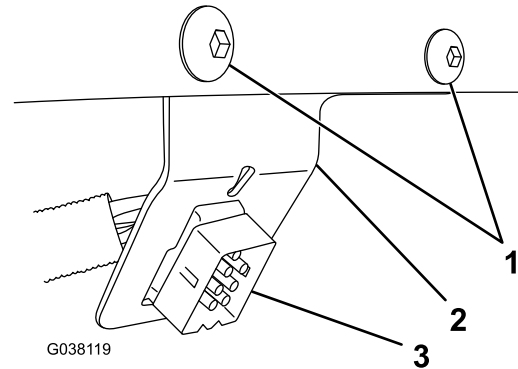

Bild 10
2. Ziehen Sie den Anschluss des Schneeschild-Steuergeräts und das schwarz/rote Kabel unter der Motorhaube in die Fahrzeugkabine (Bild 10).
3. Befestigen Sie den Anschluss des Schneeschild-Steuergeräts an der Armaturenbretthalterung, befestigen Sie die Halterung links neben dem Lenkrad mit zwei Blechschrauben (Bild 10).